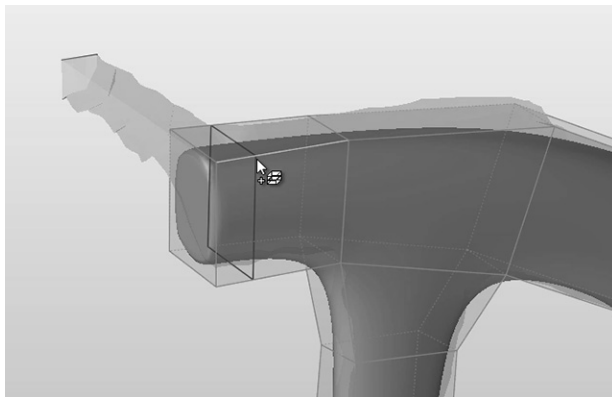

图 15-19
3) 按住〈Shift〉键并单击箱体的边，即可创建一个平行于面的循环，如图 15-19 所示。